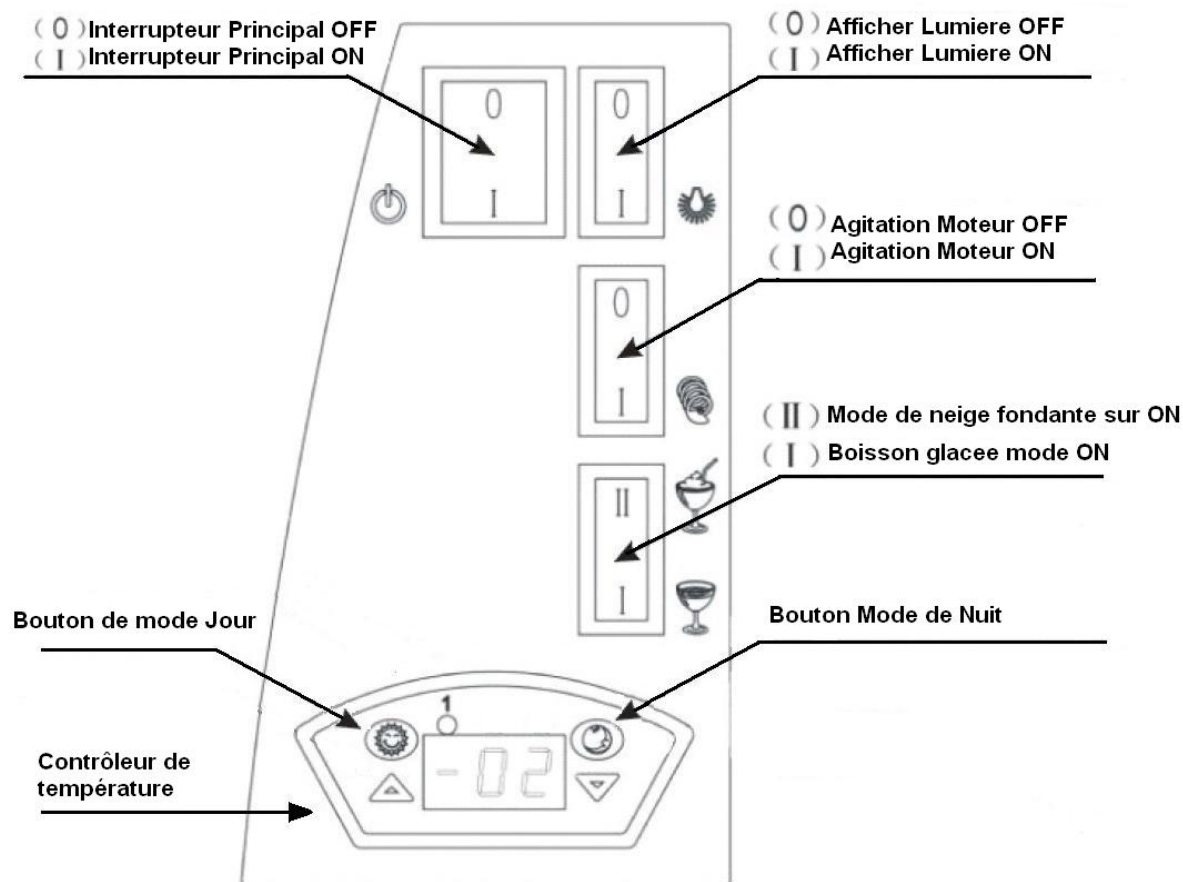

Fig. 1
1. Éteignez l'interrupteur principal (voir Fig. 1).
1. Allumez l'appareil avec l'interrupteur principal, situé sur le côté du distributeur (voir Fig. 1).
2. Mettez le moteur du mélangeur sur la position ON (voir Fig. 1).
3. Réglez la machine sur le mode Daytime en appuyant sur  dans la commande des températures (voir Fig. 1)
4. Assurez-vous que l'interrupteur de sélection du mode soit configuré sur Slush  (voir Fig. 1)
4. Assurez-vous que l'interrupteur de sélection du mode est configuré sur Chilled Drink  (voir Fig. 1).
L'éclairage de l'écran DEL peut être allumé/éteint (ON/OFF) en appuyant sur le bouton  (voir Fig. 1)